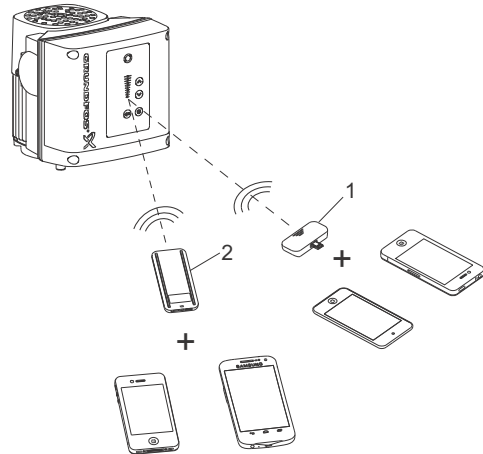

Fig. 12 Grundfos GO Remote kommunikerer med pumpen via radio eller infrarød forbindelse (IR)
Grundfos GO Remote har følgende mobile grænseflader (MI). Se fig. 12.